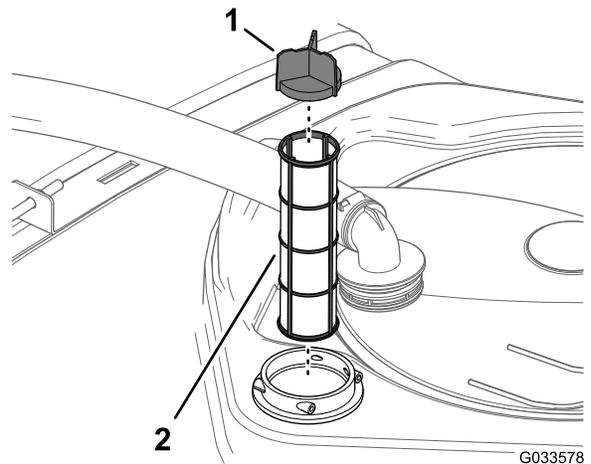

図 102
4. フィルタハウジングタンク内部から古いフィルタを取り出す **図 102**。